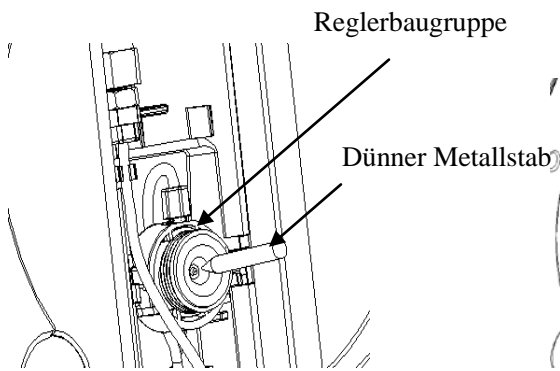

Abbildung 31
1. Als erstes entnehmen Sie die Dichtscheibe mit einem kleinen Metallstab (Siehe Abbildung 31), entnehmen Sie auch den CO2-Anschluss (wenn Sie nur die Dichtscheibe ersetzen, kann dieser Schritt übersprungen werden). Achten Sie darauf, die anderen Teile des Reglers nicht zu beschädigen.